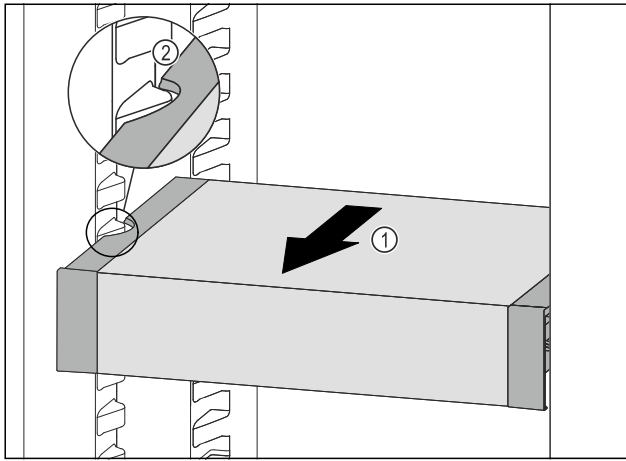

Fig. 138
- ▶ VarioSafe nach vorne ziehen Fig. 138 (1), bis sich die seitlichen Aussparungen des VarioSafes auf Höhe der Behälterterrierpe im Kühlteil befinden. Fig. 138 (2)